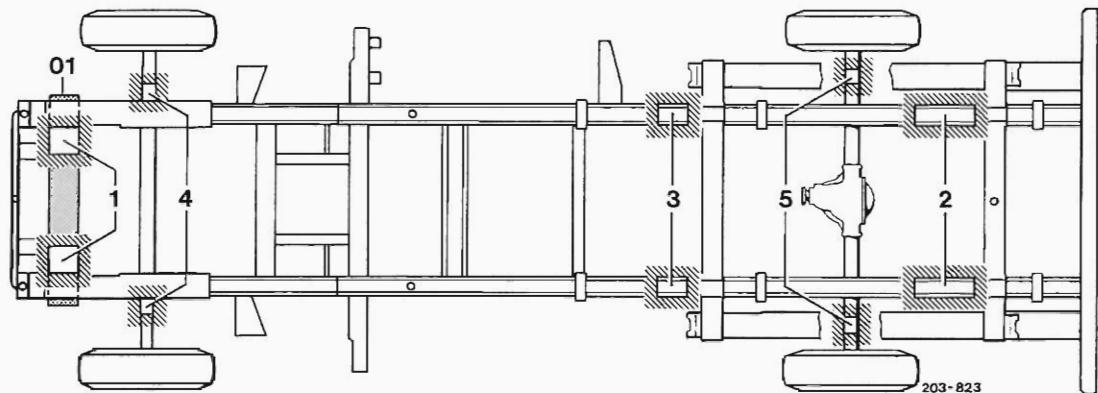

Bild 11
Zum Anheben mit der Hebebühne und zum Anbringen von Unterstellböcken nach dem 1. Rahmen-Querträger eine Brücke (01) zwischen die beiden Rahmen-Längsträger einschieben. (Bild 11, 16 und 17.)
Zum Anheben mit der Hebebühne vor dem 6. Rahmen-Querträger (3) die Tragarme ansetzen (Bild 11).
Zum Anbringen von Unterstellböcken oder der Nogra-Unterstellbrücke vor dem 7. Rahmen-Querträger (2) Spezialaufsätze (04) verwenden (Bild 11 und 19).